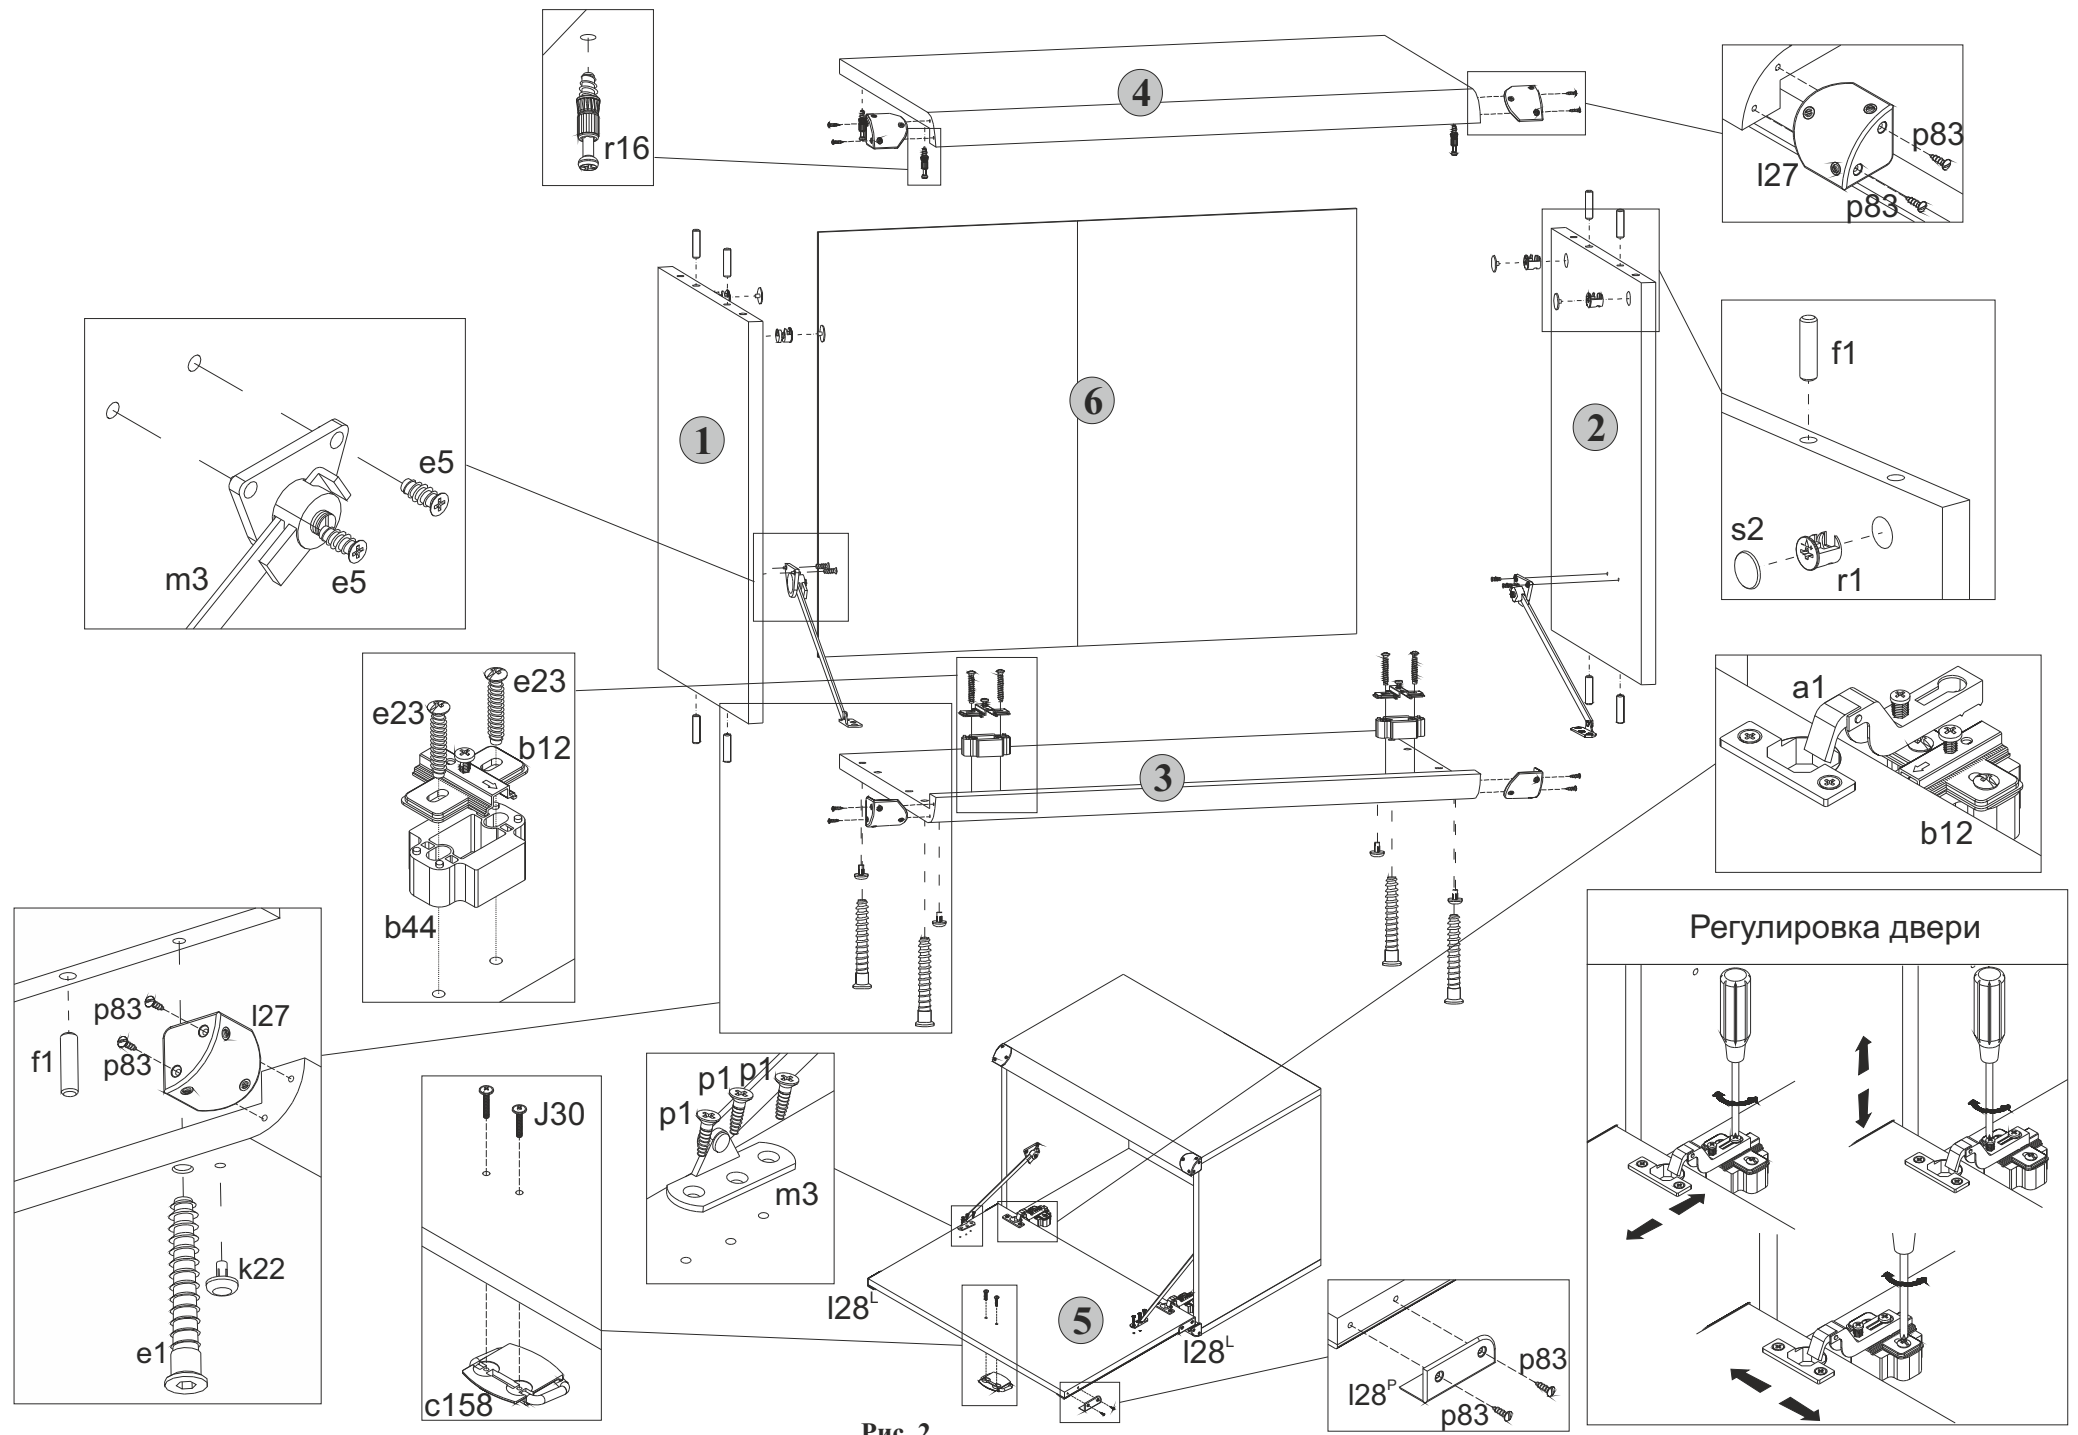

Рис. 2
5.2 В отверстия диаметром **8 мм** на верхних и нижних кромках стенок боковых **1** и **2** вбить деревянные шканты **f1** (см.рис. 2).
5.4 В отверстия диаметром **5 мм** на нижней поверхности щита верхнего **4** вкрутить винты стяжки **r16**, пользуясь крестообразной отверткой (см.рис. 2).
5.5 На внутренних поверхностях стенок боковых **1** и **2** в отверстия диаметром **15 мм** вставить стяжки эксцентриковые **r1** (см.рис. 2).
5.6 В отверстия диаметром **4,5 мм** на нижней поверхности щита нижнего **3** вставить опоры полимерные **k22** (подпятники) (см.рис. 2).
5.9 К стенкам боковым **1** и **2** присоединить щит нижний **3** и стянуть еврошурупами **e1**, пользуясь специальным ключом **z1** из комплекта фурнитуры (см.рис. 2).
5.12 Положить дверь **5** фасадной поверхностью вниз на ровную поверхность. Закрепить на двери петли шарнирные **a1**, пользуясь крестообразной отверткой (см.рис.2).
5.13 Навесить дверь на корпус тумбы, совместив петли шарнирные **a1** с направляющими петель **b12** (см.рис.2). При необходимости отрегулировать положение двери вращая регулировочные винты, как показано на рисунке 2.